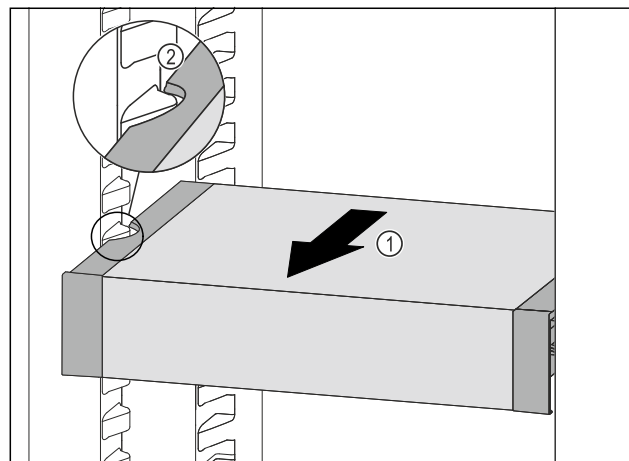

Fig. 140
- ▶ Tirer le VarioSafe vers l'avant Fig. 140 (1) jusqu'à ce que les encoches latérales du VarioSafe se trouvent au niveau de la nervure du bac dans la partie réfrigérateur.
- Fig. 140 (2)